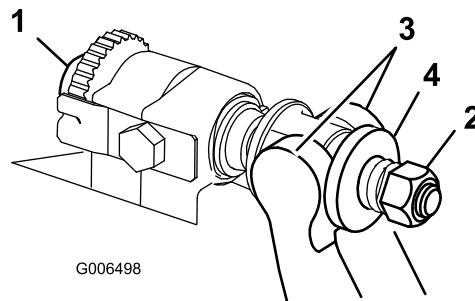

図 36
1. ベッドバー調整ねじを左に回して下刃とリールの接触を完全になくす図 36。
2. スプリングテンションナットをゆるめて、ワッシャがベッドバーを全く押さないようにする図 36。